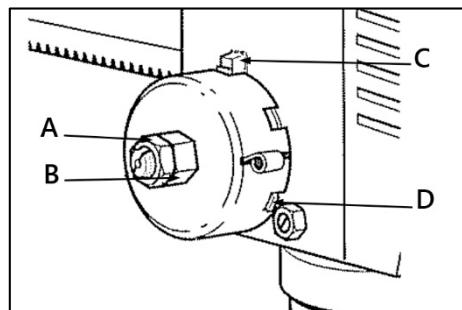

Рисунок 13.
Поместите отвертку в нижний передний паз корпуса пружины (D) (рис. 13) и удерживайте в таком положении во время откручивания и снятия внешней гайки A.